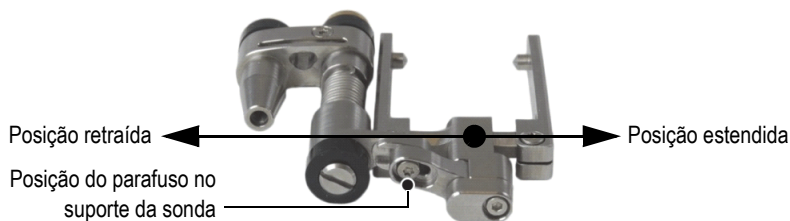

Figura 2-12 Ajustar a posição do suporte da sonda
5. Configure o suporte da sonda (veja Figura 2-12 na página 43):